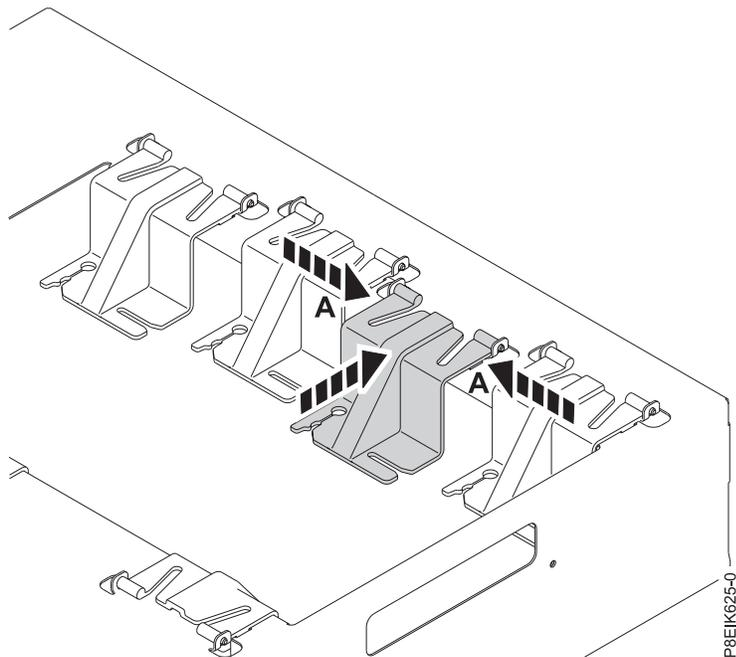

図 25. キャリアへのホルダーの取り替え
- d. ホルダーの **(A)** の点を指先で挟み付けて、キャリアに再取り付けします (23 ページの図 25 を参照)。